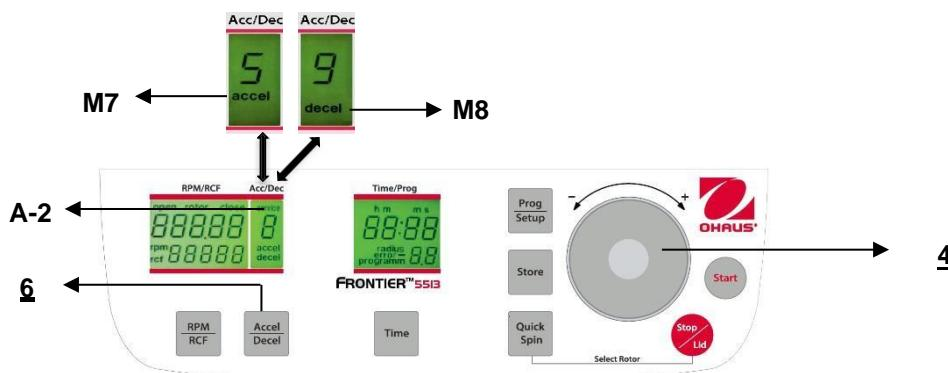

Figura. 15
Fare riferimento alla figura 15 qui di seguito per riferimento.
Il coperchio deve solo essere abbassato leggermente. Un bloccaggio eletromagnetico del coperchio fa chiudere il coperchio stesso, e allo stesso tempo scompare la parola "open" (M2) (fare riferimento alla figura 15).
Questa funzione è attivata mediante il tasto **"Accel/Decel"** (6) (fare riferimento alla figura 15).